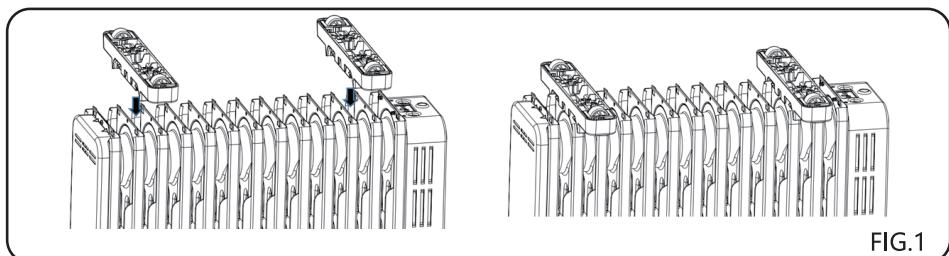

FIG.1
- ① AVERTISSEMENT: N'utilisez pas l'appareil sans les roues attachées. Ne faites fonctionner le radiateur que lorsqu'il est en position verticale (roues en bas, commandes en haut). L'utilisation de l'appareil lorsqu'il est dans une autre position peut créer un danger.
- ② Assurez-vous que le radiateur est éteint et débranché.
- ③ Retournez-le et assurez-vous qu'il est stable et qu'il ne tombera pas.
- ④ Alignez les boucles de montage des roues avec les trous du radiateur. Appuyez dans le sens de la flèche. Les boucles des roues tomberont dans les trous du radiateur.(FIG.1)